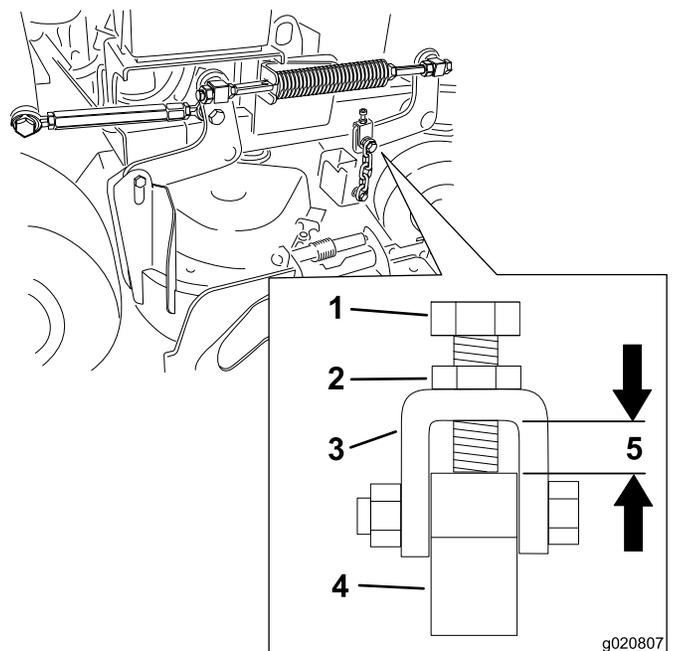

図 83
**注** この適正距離は図 83 に示すように 11mm であることが必要。
12. 図 83 に示す正しい距離になるように、ジャムナットをゆるめて調整ボルトで調整を行う。